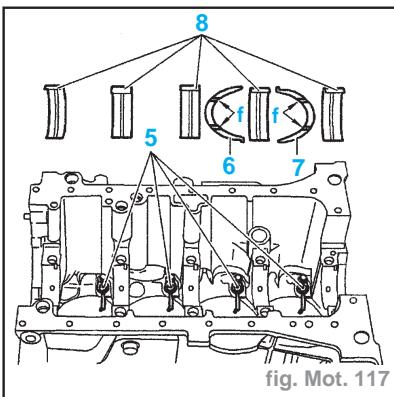

fig. Mot. 117
- Reposer (fig. Mot. 117) :
- les gicleurs de fond de piston (5) (couple de serrage : **1 daN.m**)
- les demi-coussinets rainurés (8)
- les cales de jeu latéral (6) et (7) (rainures de lubrification "f" côté vilebrequin)